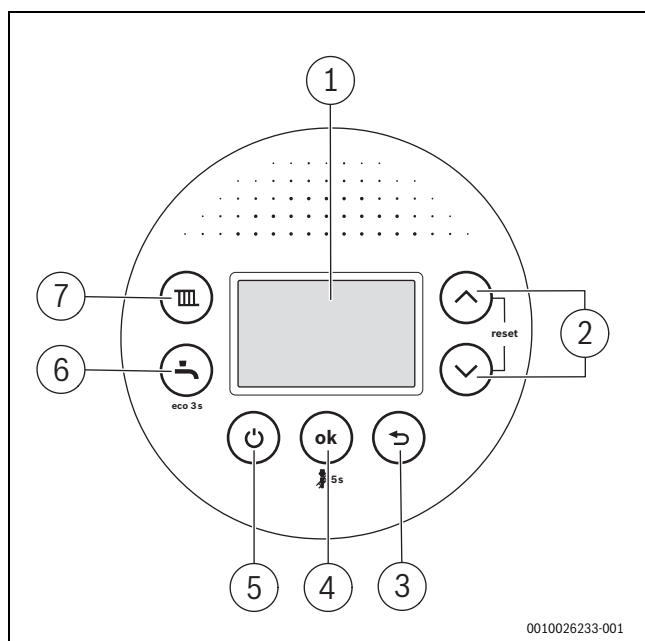

Bild 127 Bedienfeldübersicht
Nach der Inbetriebnahme schaltet die Taste  (→ Bild 127, [5]) gleichzeitig Heizung und Warmwasserbereitung durch das Brennwertgerät ein oder aus, ohne die Spannungsversorgung zu unterbrechen.
- Im normalen Betrieb das Gerät mit der Taste  (→ Bild 127, [5]) ausschalten.